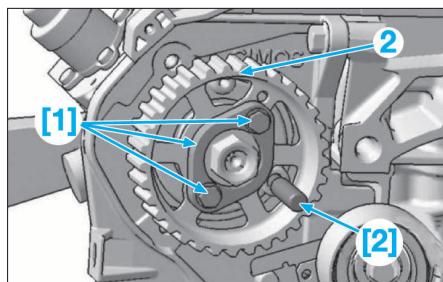

FIG. 48
• Placer l'outil [1] sur la poulie (2) (Fig.48).